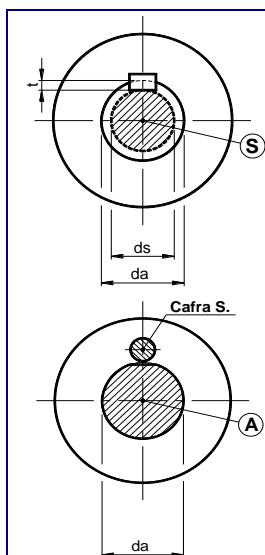

Рис. 2
- увеличивают усталостно-прочное сечение валов, исключая начальные точки поломки (рис.2).
- they increase the fatigue-resistant section of the shafts, cutting out the initial points of breakdown (Fig.2).